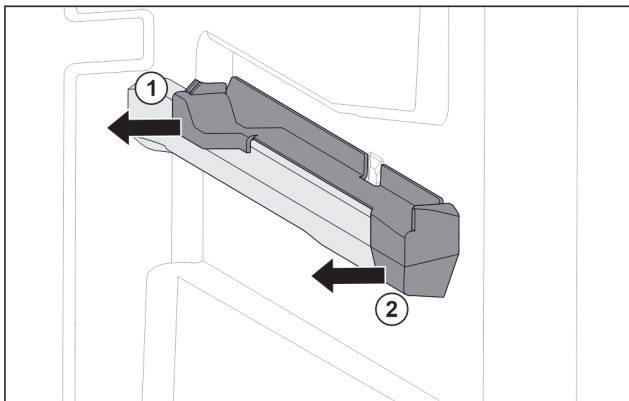

Fig. 79 Insteeklement op rechter containerrib
- ▶ Insteeklement achter naar de zijkant toe eraf trekken. Fig. 79 (1)
- ▶ Insteeklement voor naar de zijkant toe eraf trekken. Fig. 79 (2)